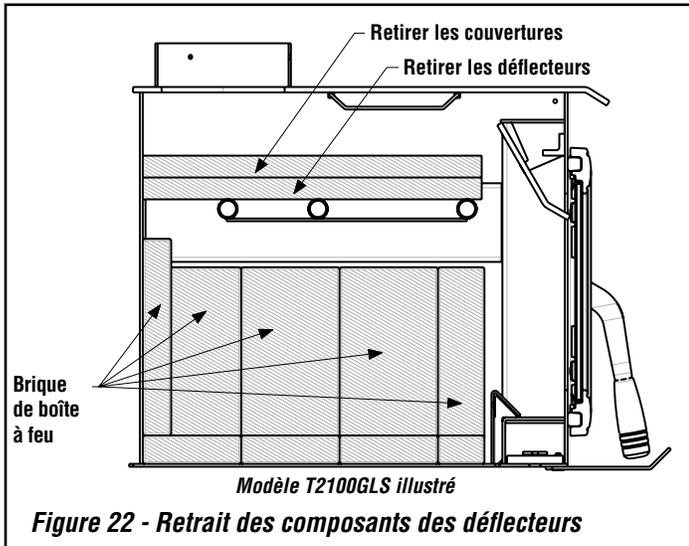

Figure 22 - Retrait des composants des déflecteurs
Étape 1. Retirer avec précaution les couvertures et les déflecteurs (voir figure 22).